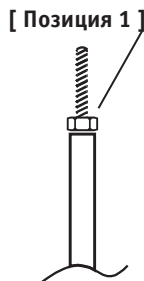

Рис. 3
2. Собрать металлические стойки, вкрутив шпильку М12х100-150, гайка М12 (рис.3).